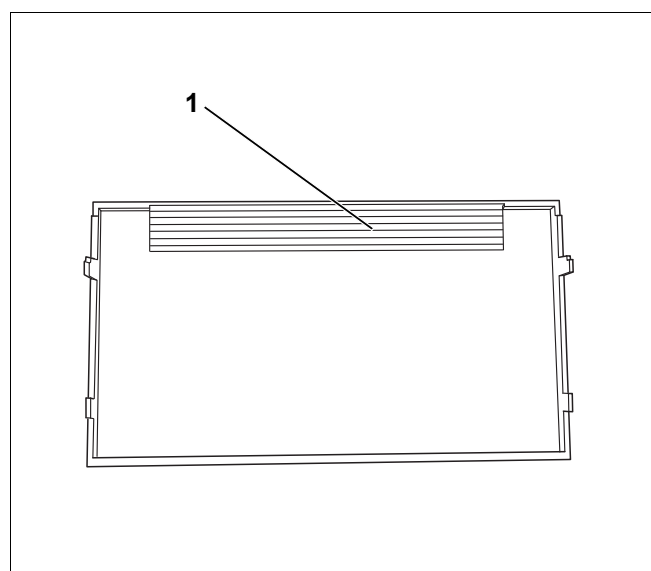

Рис. 8 Пластмассовый щиток
Прилагаемый пластмассовый щиток (→ Рис. 8, стр. 9) устанавливается позже в качестве защитного экрана системы управления. Смотря по обстоятельствам, во время монтажа нужно учитывать высоту этой части.
- В месте рифления (→ Рис. 8, [1]) вырежьте кусачками-бокорезами те места, где будут проходить провода.